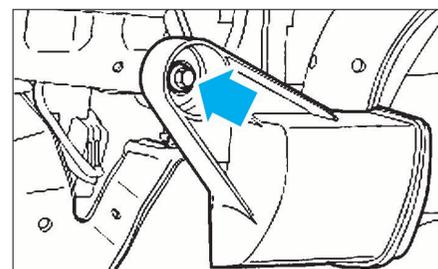

FIG. 12
- le résonateur d'air d'admission (Fig.12).